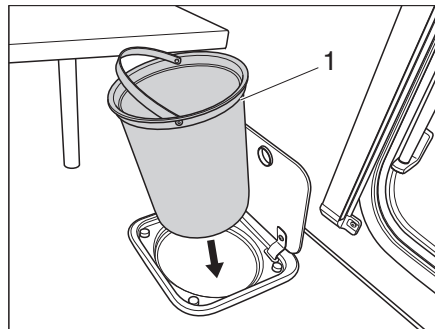

Fig. 160 Poubelle de la cuisine
- Retirer la poubelle (Fig. 160,1) par l'anse et la vider conformément aux prescriptions en vigueur.